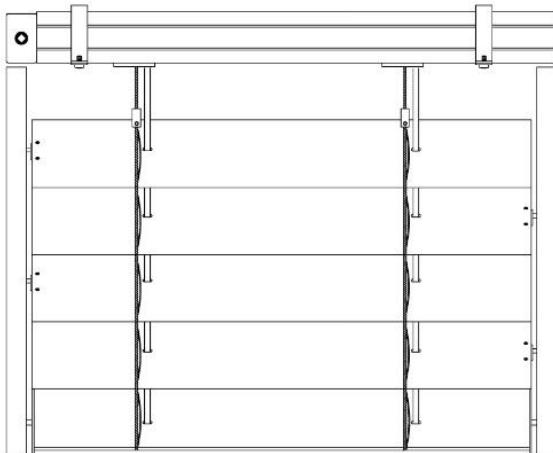

Fig. 1 - Ghidaj lateral cu profile
- partea de ghidaj alcătuită din şine de ghidaj sau cabluri oțelite (Fig. 1 și 2)